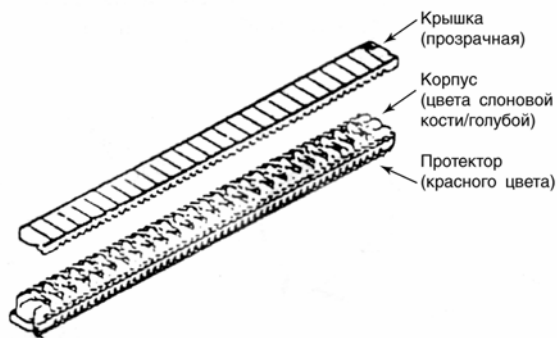

Рис. 6.3. Модуль подключения MS² 4005-DPM
6.1.5. Модуль подключения MS² 4005-DPM предназначен для переключения кабелей и позволяет подключаться в муфте к смонтированным модулям серии MS². Он состоит из трех частей: крышки, корпуса и протектора (рис. 6.3). Конструкция модуля MS²